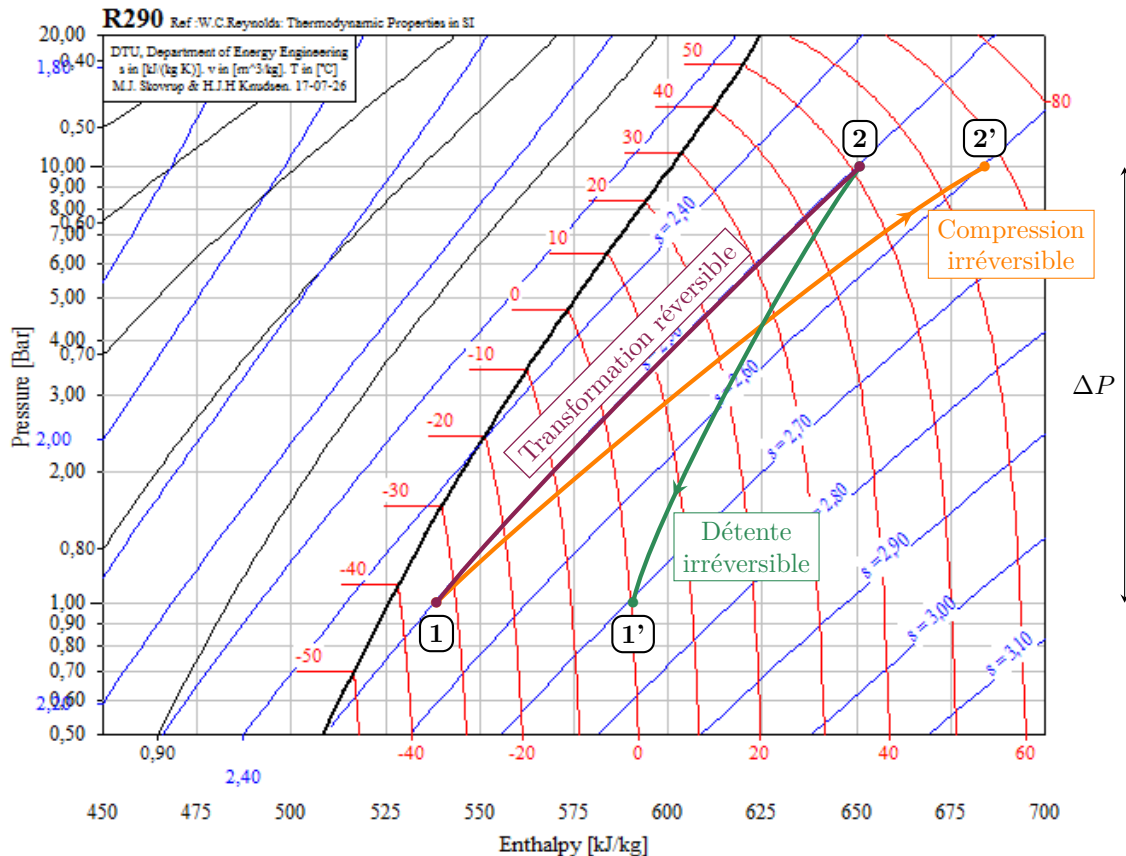

Figure 3 – Zoom sur la courbe de rosée du propane dans le diagramme des frigorigères.
**Illustration sur un diagramme des frigoristes** : exemple du R290, figure 3.